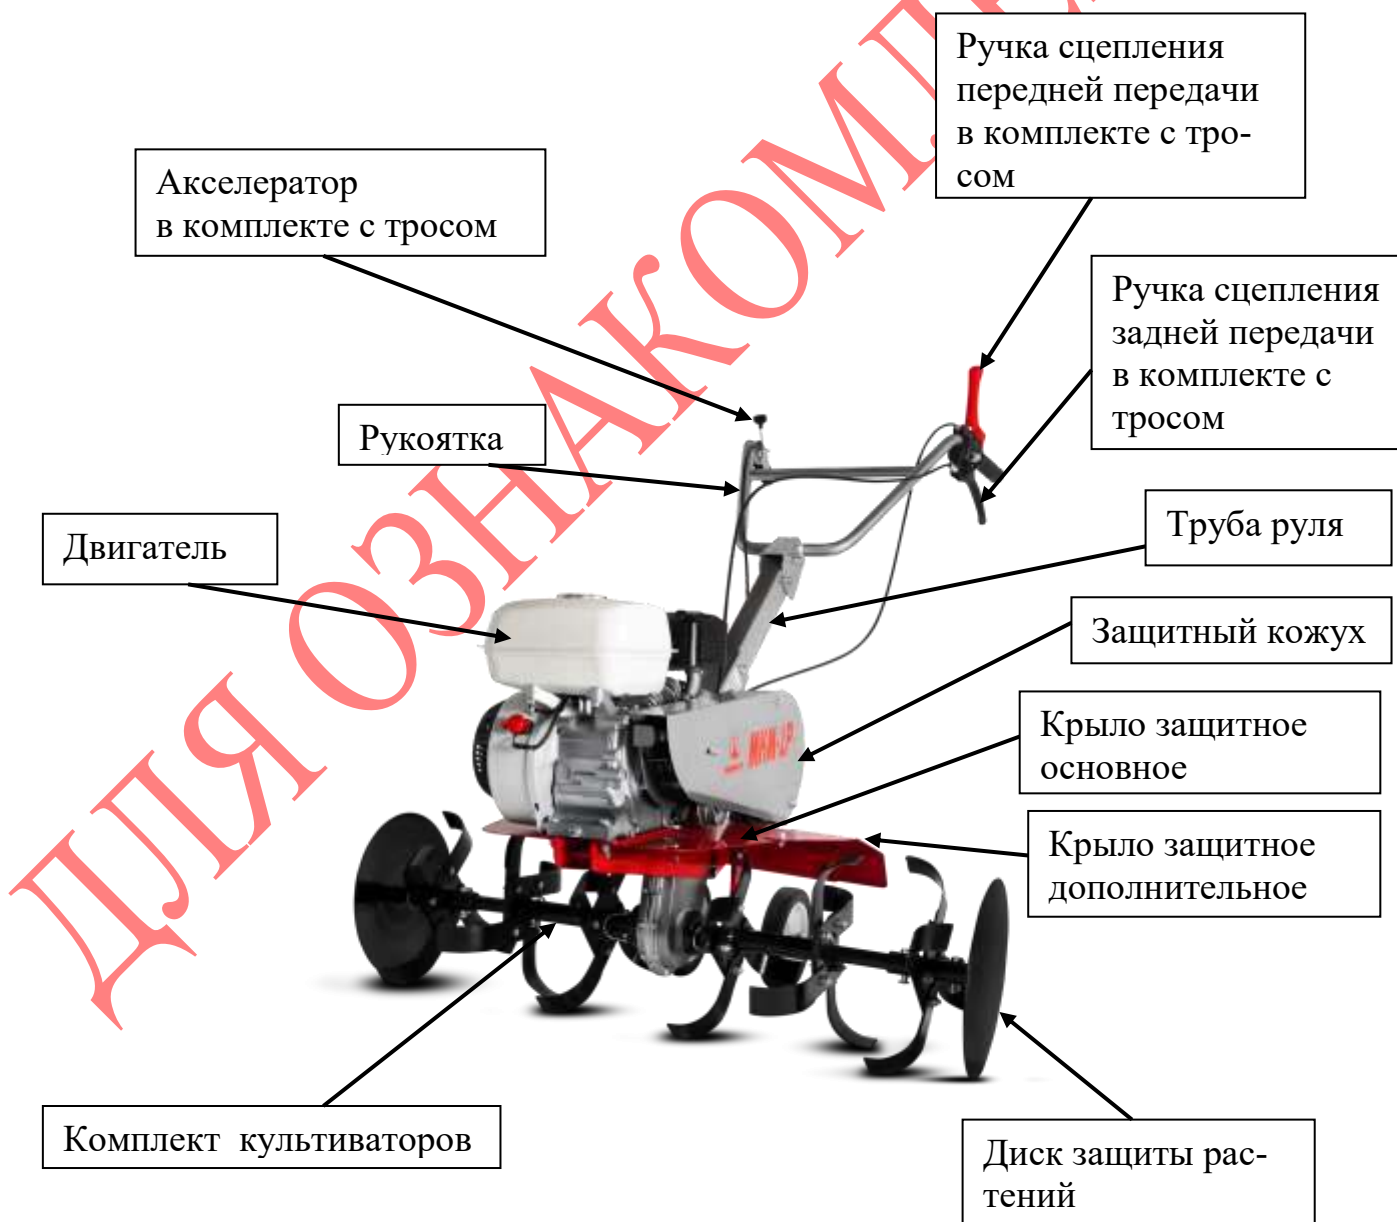

Рис.1 Мотокультиватор МКМ-1Р.
- 7.11. Проверить натяжение ремней. Для чего снять защитный кожух клинового ремня. Для передней передачи зазор между верхней и нижней ветвями ремня, в натянутом состоянии должен быть 50-60 мм, Рис.6. При необходимости установить контрольный размер 50-60 мм - регулировочным винтом на ручке сцепления Рис.8, предварительно открутив контргайку. Выкручивая винт регулировки троса сцепления зазор между верхней и нижней ветвями уменьшается, закручивая винт регулировки троса сцепления зазор между верхней и нижней ветвями увеличивается. После регулировки контргайку закрутите. В случае пробуксовки ремня задней передачи мотокультиватора произвести натяжение ремня посредством регулировочного винта ручки сцепления задней передачи в той же последовательности, что и для ручки сцепления передней передачи. При невозможности установки контрольного размера регулировочными винтами, регулировку произвести перемещением двигателя по пазам рамы МКМ-1Р, Рис.1, Рис.6.